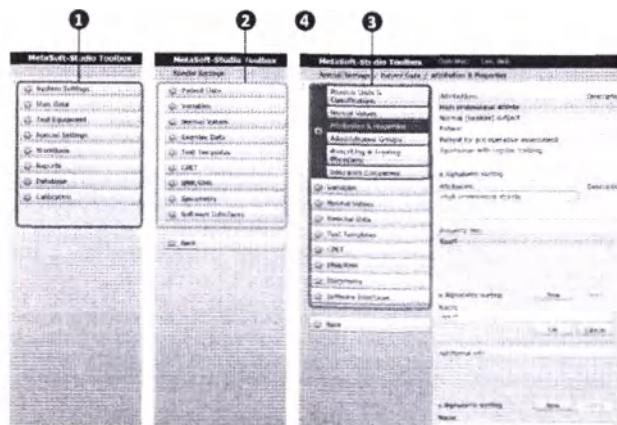

Рис. 72: Интерфейс MSS Toolbox
Опции настроек имеют иерархическую структуру, а каждая настройка находится в меню ❶, вспомогательных меню ❷ и подменю ❸ (➡ рис. 72).
Важно | В некоторых настройках понадобится скрывать вспомогательные меню и подменю. Вы также можете скрыть вспомогательные меню и подменю для увеличения размеров рабочего экрана, нажав на небольшую стрелку ❹ (➡ рис. 72). В частности, это рекомендуется делать для мониторов с соотношением сторон 4:3.